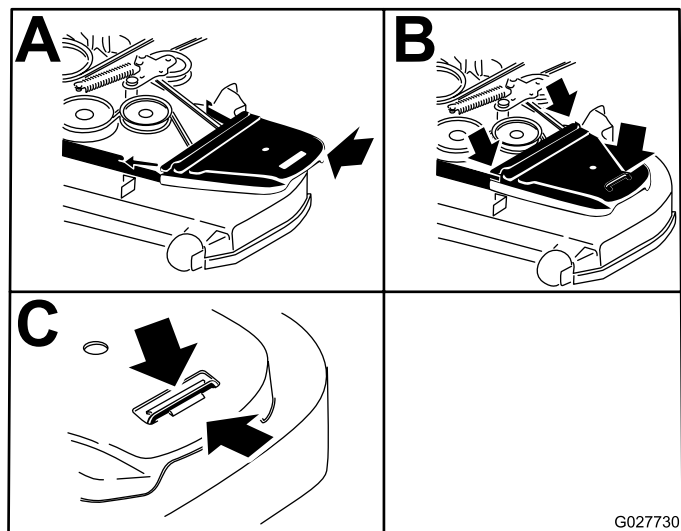

**Figura 59**
5. Utilice una llave de carraca en el orificio cuadrado del brazo tensor para aliviar la tensión del muelle tensor (Figura 59).
7. Pase la correa nueva alrededor de las poleas de la segadora (Figura 59).
- Asegúrese de que los extremos del muelle están asentados en las ranuras de anclaje, y usando una llave de carraca en el orificio cuadrado, instale la correa alrededor de la polea tensora (Figura 59).